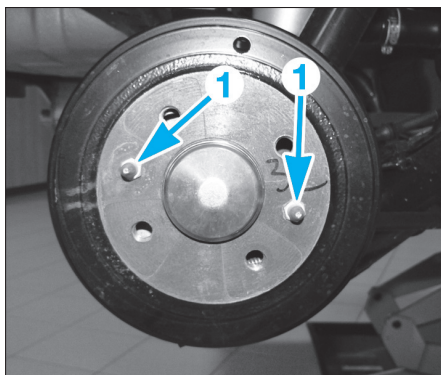

Fig. 9
- Déposer les vis (1) (Fig.9).